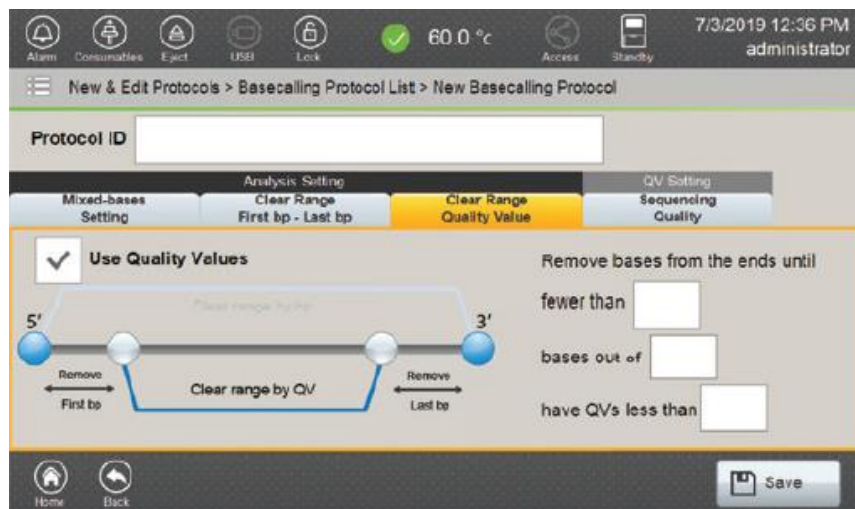

図 125 Clear Range Quality Value タブ
Clear Range Quality Value	“Use Quality Values”にチェックを入れると、指定された quality value（図 125）を使用して first bp と last bp を決めることができます。 注：新しい Basecalling Protocol を作成する場合、Clear Range Quality Value のデフォルトの設定が無効になっています。（Box にチェックが入っていません） QV 値に基づいた 5' end と 3' end からの base を取り除くことでソフトウェアが clear range を作ります。Clear range の結果内のスライディング window ではない base out of（例えば 30）には、「have QVs less than」で設定された値（例えば 20）以下の QV 値を持つ指定された base 数（例えば fewer than が 4）以上の Base が含まれます。（図 125） これらのパラメータを満たさないシーケンスの最初や最後のスライド式の 30base の window 部分は、それらの end から切り取られます。fewer than と bases out of の項目にソフトウェアが許可する最小値と最大値は、それぞれ 1bp と 1200bp です。 fewer than に入力する値は、常に bases out of に入力する値より小さくしなければなりません。 have QVs にソフトウェアが許可する最小値と最大値は、それぞれ 1 と 60 になります。
7. もう一つの方法として、**Clear Range Quality Value** タブ (図 125) を選択し、**Use Quality values** ボックスにチェックを入れると、Clear range は Quality value によって決めることができます。fewer than に bases out of で指定した window サイズを超えて、have QVs less than で指定した QV より低い QV になる可能性のあるベース数を入力してください。例えば、fewer than 4 bases out of a window size of 30 bases can have QVs less than 20 の場合など。